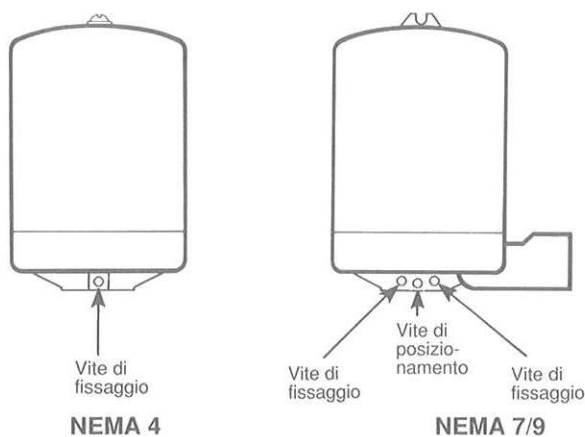

Figura 4
1. Allentare la vite di fissaggio alla base della custodia dell'interruttore. Vedere **Figura 4**.
14. Ruotare nella posizione corretta la custodia dell'interruttore e stringerne la vite di fissaggio alla base. Vedere Figura 4.